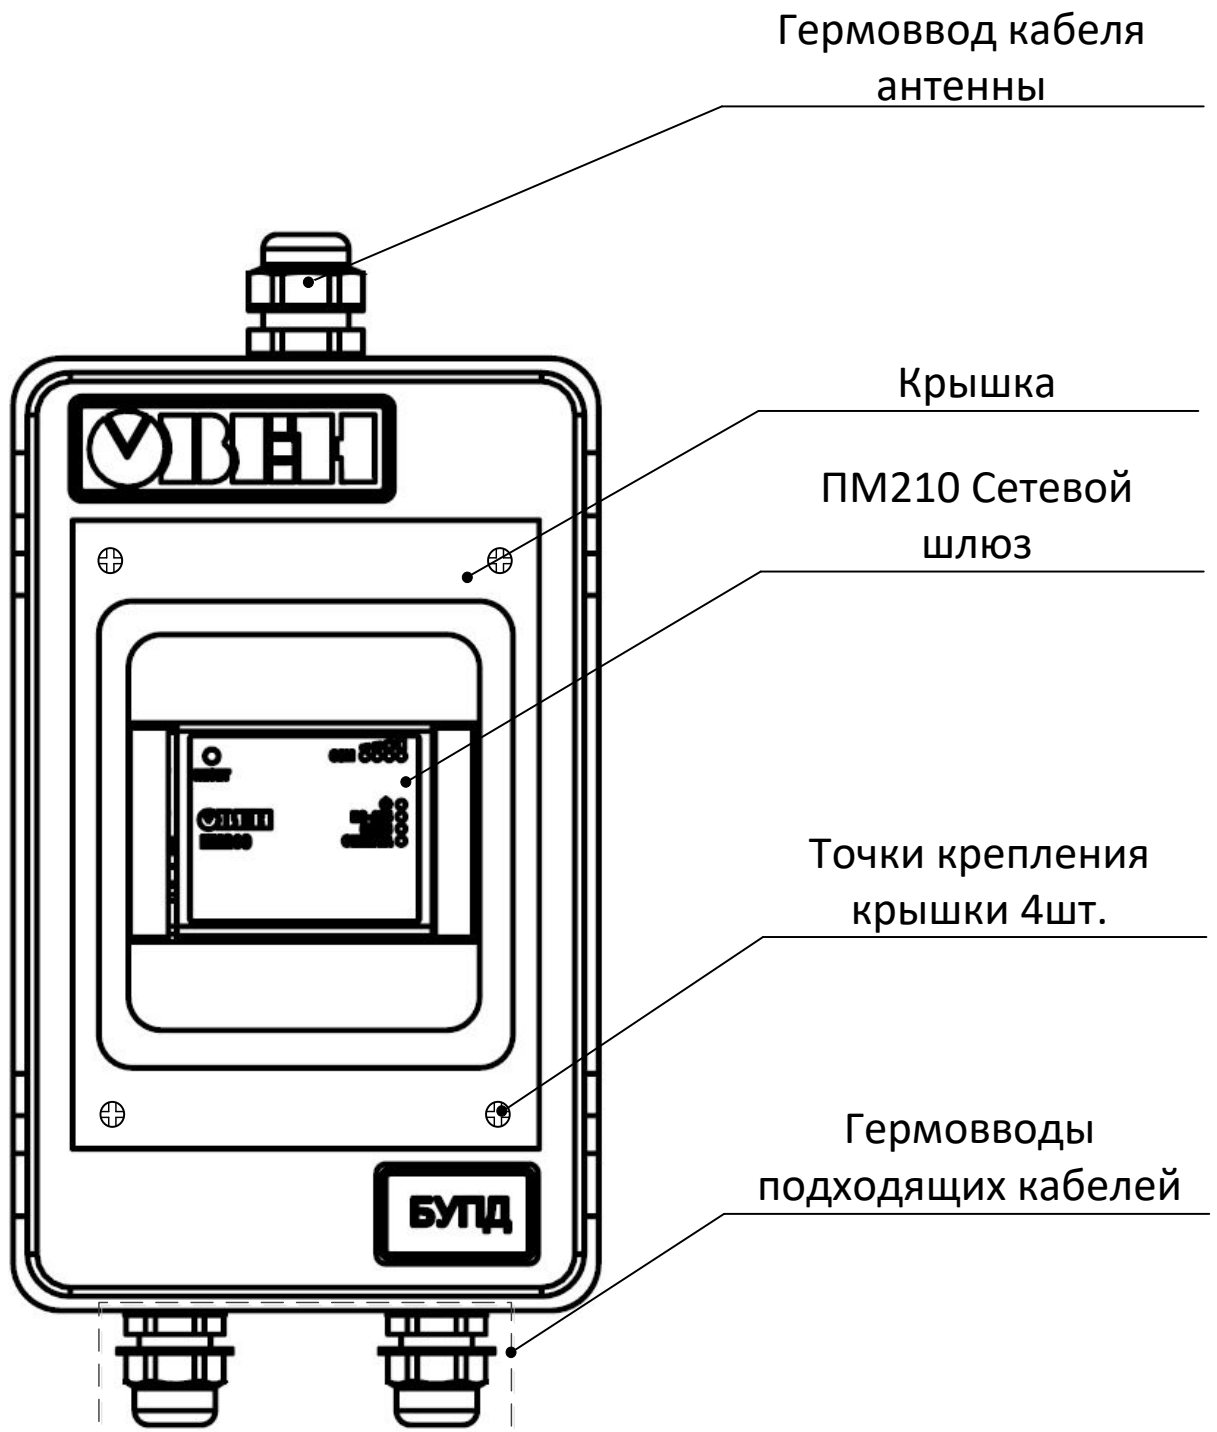

Рисунок 4.3 – Внешний вид блока
1. Откройте корпус блока БУПД-03.01 (выкрутить винты крепления крышки блока см. рис. 4.3)
Внешний вид блока представлен на рисунок 4.3: